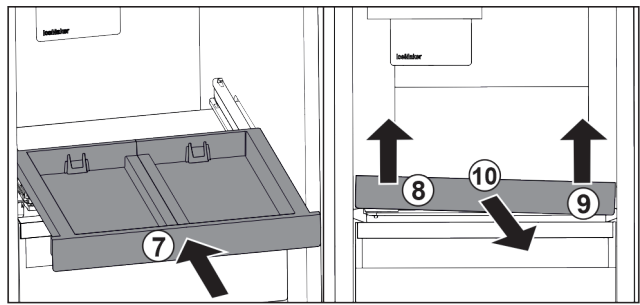

Fig. 91
- ▶ Uitschuifplateau erin schuiven. Fig. 91 (7)
- ▶ Uitschuifplateau linksvoor optillen. Fig. 91 (8)
- ▶ Uitschuifplateau rechtsvoor optillen. Fig. 91 (9)
- ▶ Uitschuifplateau er naar voren uitnemen. Fig. 91 (10)